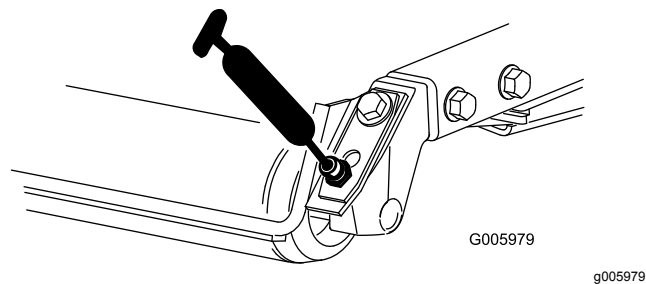

Figure 38
- Roulements de rouleau arrière (2 par plateau de coupe), comme montré à la Figure 38.